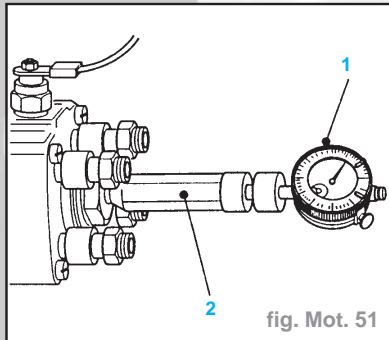

fig. Mot. 51
- l'adaptateur KM-226-A (2) sur pompe d'injection (fig. Mot. 51),
- l'appareil de mesure (1) en adaptateur.
- Tourner le vilebrequin en sens horaire (vu de devant) pour que le repère PMH (2) soit en face du dispositif de réglage (1), le piston numéro 1 doit se trouver
- Placer l'appareil de mesure (1) à zéro, s'assurer que la pointe de l'appareil de mesure bute contre la pointe de l'adaptateur (2) (fig. Mot. 51).
- Déposer le compensateur (1) et l'adaptateur (2) (fig. Mot. 51).